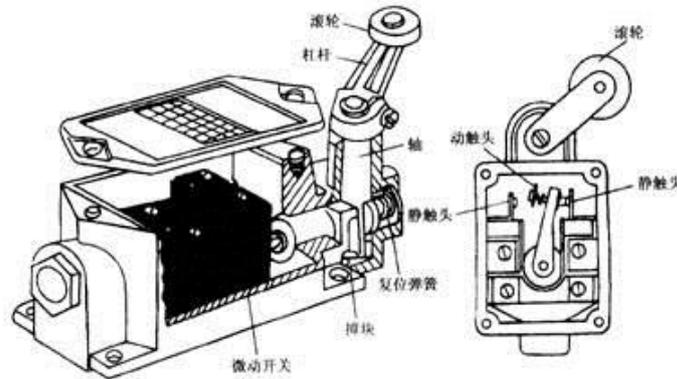

图 1-4-3 滚轮式行程开关结构图（不要字）
(3) 滚轮式行程开关: 为克服直动式行程开关的缺点, 还可采用能瞬时动作的滚轮旋转式结构, 如图 1-4-3 所示。